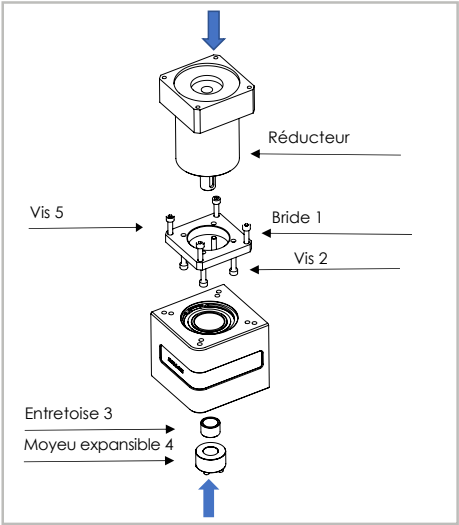

Fig. 18
- Placer l'axe comme indiqué (fig.18) avec le réducteur en position verticale.
- Assembler la bride (1) sur le réducteur et serrez les vis (2) jusqu'à ce que les couples indiqués dans le tableau 2 soient atteints.
- Insérer d'abord l'entretoise (3) par dessous, puis insérer le moyeu expansible (4) sans le bloquer.